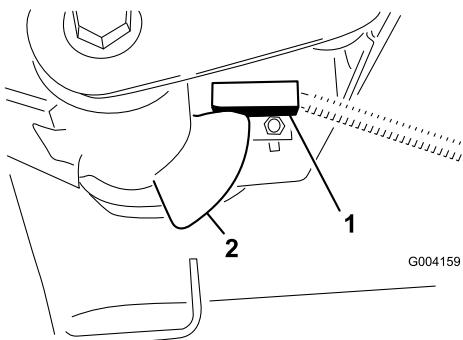

Figure 42
2. Le commutateur des bras de relevage se trouve sous le réservoir hydraulique, derrière le bras de relevage avant droit (Figure 42).
3. Desserrez les vis de fixation du commutateur (Figure 42) et abaissez le commutateur pour augmenter la hauteur du changement de direction des bras de relevage ou élévez-le pour réduire la hauteur du changement de direction. Serrez les vis de fixation.